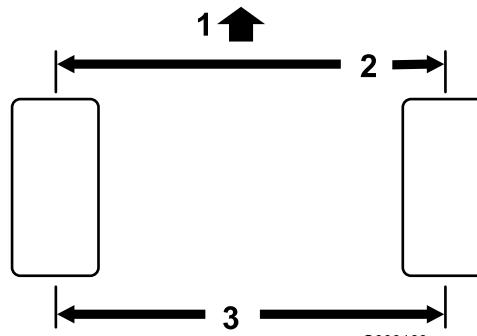

図 47
1. 後輪の前と後ろで、左右のタイヤの中央線距離を測るアクスルの高さ位置で計測。前での計測が 3 mm 小さければ正常である図 47。